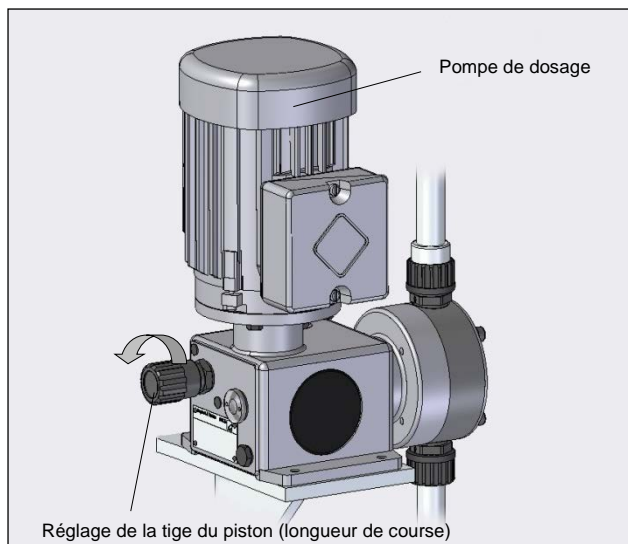

Fig. 20
- Augmenter lentement le flux de la pompe en modifiant la fréquence ou la longueur du piston jusqu'à arriver à son maximum (cf. fig. 20).
Lorsque cette valeur approximative est atteinte ou dépassée, procéder de la manière suivante (cf. fig. 20) :